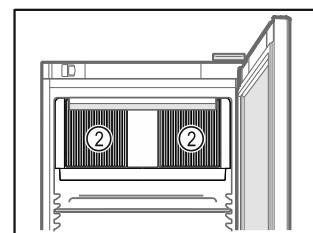

Fig. 31
- Тримати відкритою вентиляційну щілину *Fig. 31 (2)* вентилятора циркуляційного повітря у внутрішній камері.